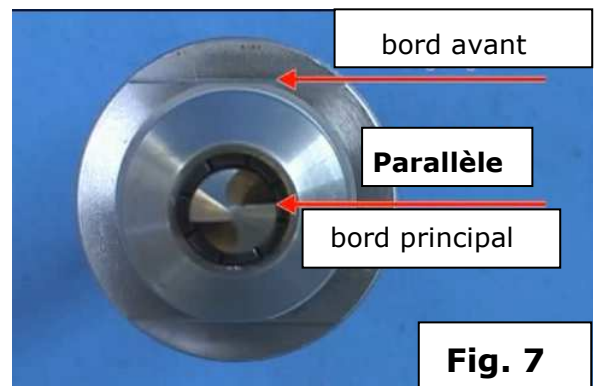

Fig. 7
- Le bord avant du mandrin et le bord de coupe principale de la mèche doit faire 2 lignes parallèles! (Fig. 7)